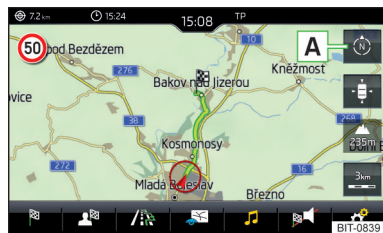

Fig. 235
► Pour **modifier l'orientation de la carte** dans le menu principal *Navigation* appuyez sur la touche de fonction   » fig. 235.